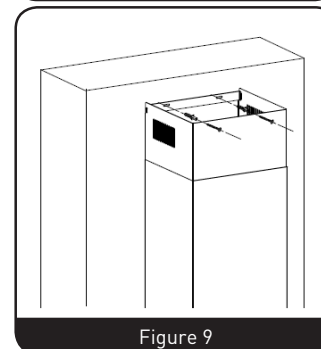

Figure 9
- Tirez la cheminée supérieure vers le haut pour modifier sa hauteur. Réglez-la à la hauteur requise. Marquez l'emplacement des deux trous de fixation du support de cheminée supérieur, percez-les et fixez le support avec 2 chevilles murales et 2 vis ST4x30 mm. (Figure 9)